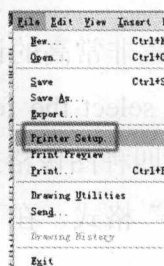
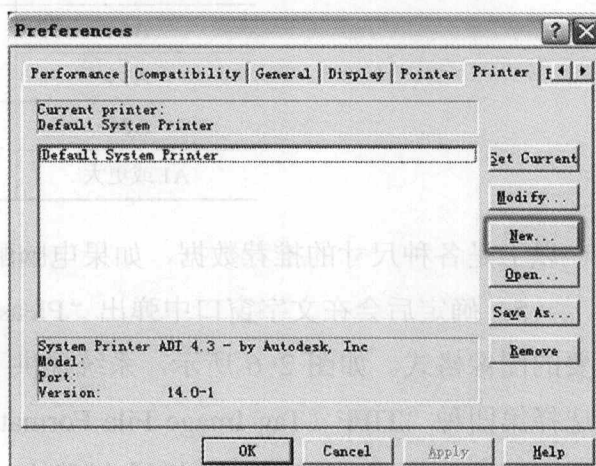
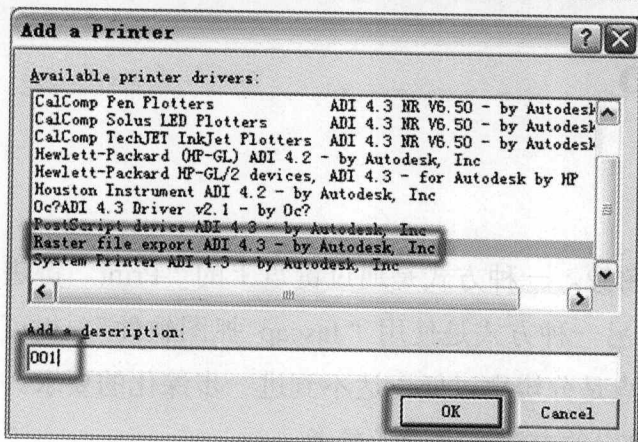

图 2-2
图 2-3
图 2-4
(2) 如图 2-2 所示在【文件】菜单下点击【打印设置】(Printer Setup) 键，进行设置，会弹出如图 2-3 所示的【属性】(Preferences) 对话框，单击【新建】(New) 键，弹出如图 2-4 所示的【添加打印机】(Add a Printer) 对话框，新建一个系统打印机。在【添加打印机】对话框中选择“Raster file export ADI 4.3-by Autodesk, Inc”项，在下面的“Add a description”项中输入 001，为新建的系统打印机命名为“001”，然后单击“OK”，退出该对话框。